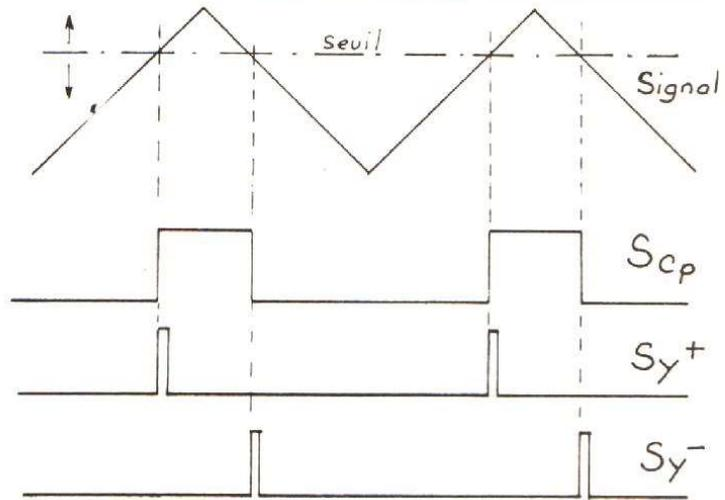

Fig. 7. - Formation des tops de synchro.
– **Interne.** C'est le signal observé lui-même qui fournit les tops de synchro. Rappelons le mécanisme de cette formation, en observant la figure 7. Le signal est appliqué à l'entrée d'un comparateur dont la tension de seuil est ajustable. A la sortie du comparateur, on obtient un signal rectangulaire dont les flancs montants et descendants sont extraits par différenciation. On a alors deux signaux, l'un correspondant au flanc montant du signal et l'autre au flanc descendant et constitué des fameux
– **Continu.** Le signal servant à fabriquer les tops de synchro est le signal observé, y compris la tension continue de cadrage. Cette tension permettant de placer l'oscillogramme à la hauteur désirée sur l'écran. Le potentiomètre de seuil de la figure 7 permet alors de choisir à quel niveau vertical de l'écran se fera le déclenchement. Le point de déclenchement est ainsi fixé par rapport au graticule, indépendamment du signal. Bien sûr si le signal existe à ce niveau, il y aura déclenchement effectif, par contre, s'il ne s'y trouve pas, le balayage ne se produira pas. Les photos A et B montrent bien le phénomène.
Nous avons vu, lors de l'examen de la figure 7, que le générateur de tops de synchro fournissait deux types d'impulsions notées Sy^+ et Sy^- . Un commutateur permet le choix entre ces deux signaux.